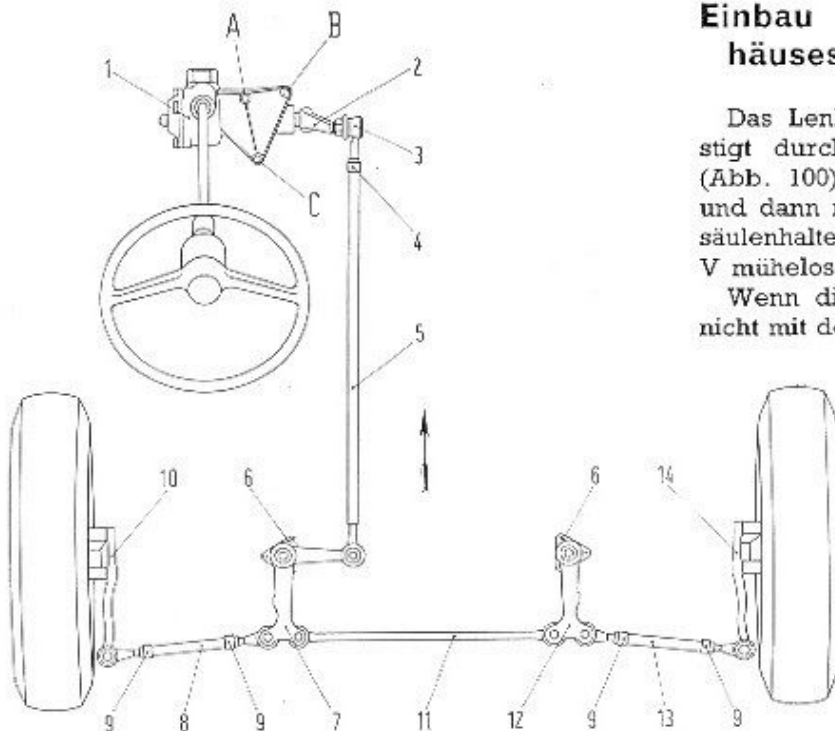
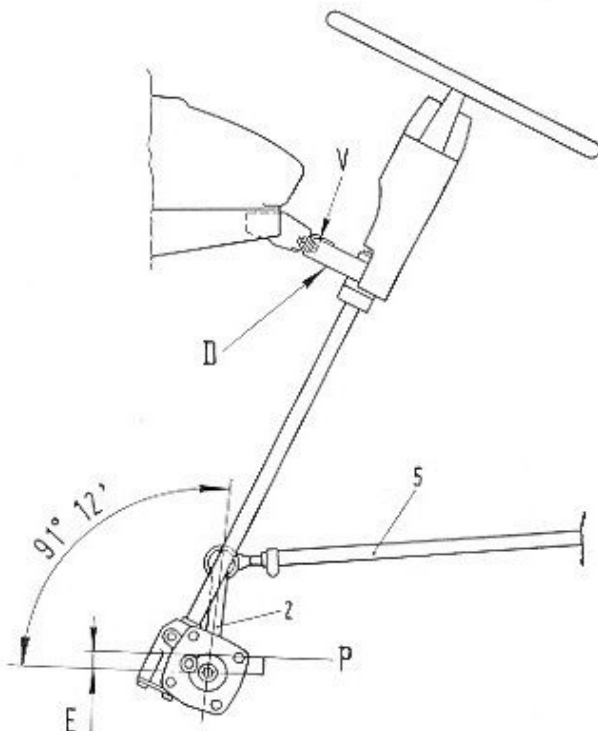

Abb. 100.
Abb. 101 - Schema zur Montage und Einstellung der Längsstange.
Das Lenkgehäuse wird an die Karosserie befestigt durch Anziehen der Schrauben A, B, C (Abb. 100) mit einem Drehmoment von 9,5 mkg und dann muss geprüft werden, ob sich die Lenksäulenhalterung D (Abb. 101) durch die Schrauben V mühelos an das Armaturenbrett schrauben lässt.
einstimmen, dann müssen zwischen Lenkgehäuse und der entsprechenden Befestigungsstelle an der Karosserie nach folgender Methode Beilagscheiben vorgesehen werden (Abb. 100):
Der Lenkstockhebel (2, Abb. 100), der an der Lenkrollenwelle festgeschraubt ist, betätigt die Stange (5), die an ihrem anderen Ende mit dem Lenkzwischenhebel (7) verbunden ist.
Die Spurstangen (8 und 13, Abb. 100) sind mit Einstellmuffen ausgerüstet, die zur Einstellung der Radspur dienen.
Zur Durchführung der Montage und der Einstellung der Längsstange (5, Abb. 101) wird in folgender Weise vorgegangen:
- in dieser Stellung muss der Lenkstockhebel einen Winkel von  $91^\circ 12'$  mit der parallel zur Auflageebene des Lenkgehäuses am Fahrgestell liegenden Ebene (E, Abb. 101) bilden;
- die Mitte der Querstange (11, Abb. 100) muss dabei genau in der Mitte des Fahrzeugs liegen.